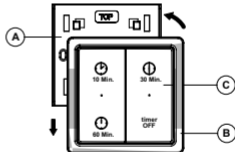

Fig 6.
3. Umieść Timer RF na płycie montażowej i dociśnij ostrożnie do dołu na około 5 mm, aż Timer RF zatrzaśnie się we właściwym miejscu (rys. 6).